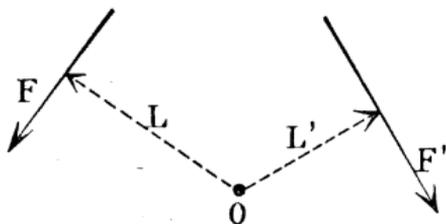

Fig. 408.
**Moment d'une force par rapport à un point** (fig. 408). — C'est le produit de l'intensité  $F$  de la force exprimée en kilogrammes par la distance  $L$  de la direction de la force à un point  $O$